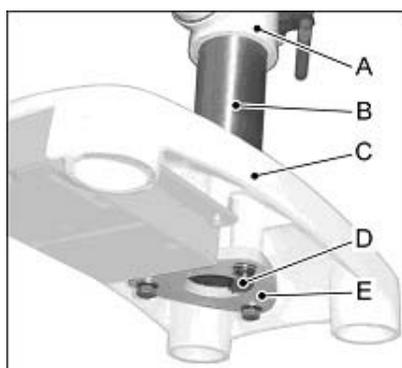

Рис.3
Установите стойку (B, Рис.3) на цоколь станка (C).